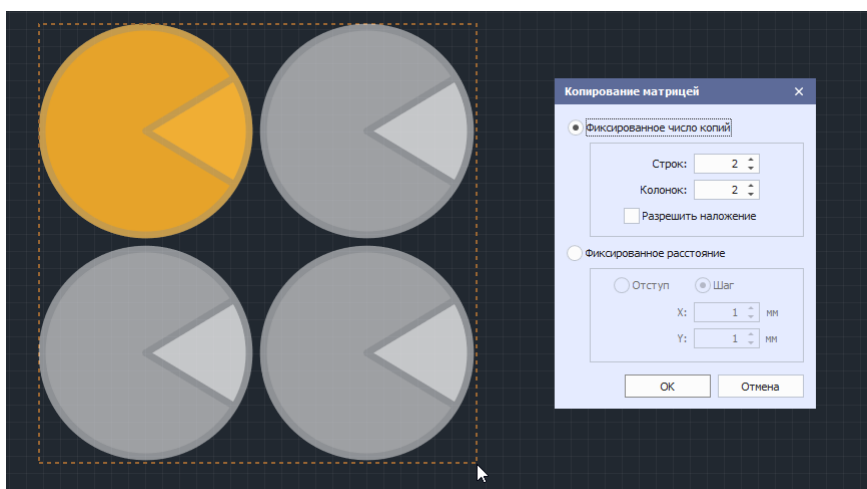

Рис. 231 Фиксированное число копий. Размещение
- Фиксированное число копий, см. Рис. 231.